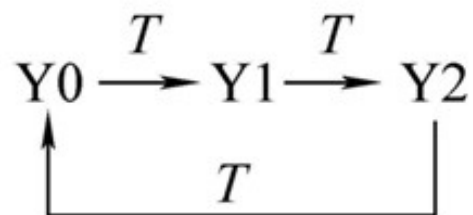

图 5-4 三个控制脉冲信号的接通顺序
2、转速控制。以单三拍的工作方式为例，必须使脉冲发生器输出周期为 T 的三个控制脉冲信号 Y_0 、 Y_1 、 Y_2 按照单三拍的通电方式接通，其接通顺序如图5-4所示：